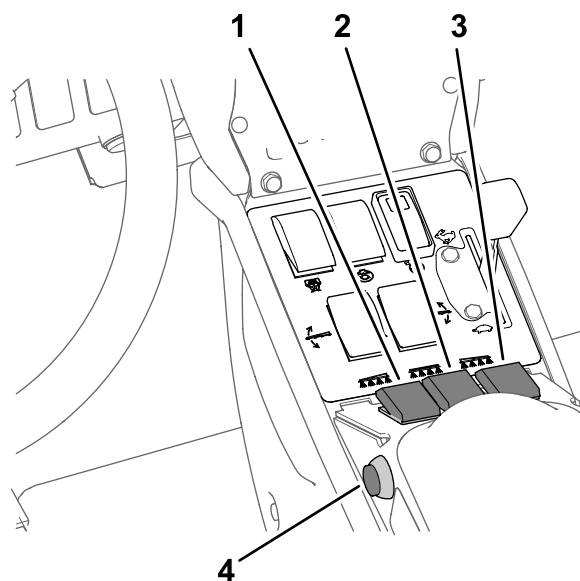

図 32
9. 希望速度で走行し、マスターブームスイッチをONにすると散布が始まる 図 32 散布率モードでの散布 (ページ 31) を参照。